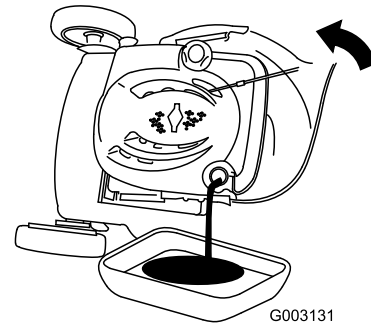

Figure 38
3. Inclinez la tondeuse sur le côté (filtre à air vers le haut) pour vidanger l'huile usagée par le goulot de remplissage (Figure 38).